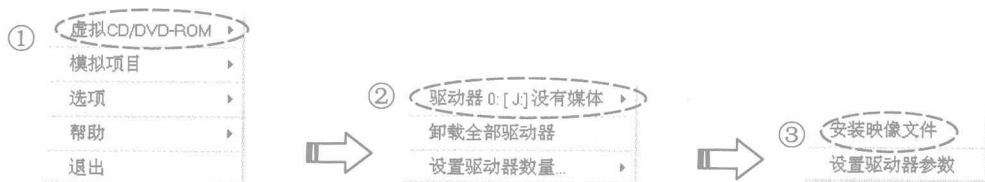

图 1-3 打开映像文件
(5) 在虚拟光驱位置单击鼠标右键，弹出快捷菜单选项，然后按照图 1-3 所示的指引进行操作。